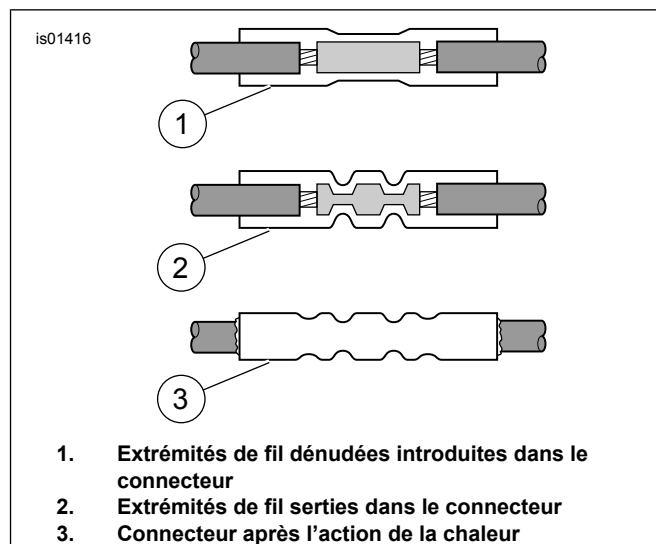

Figure 4. Connecteurs bout à bout scellés installés
2. Voir la Figure 4. Insérer les deux fils noirs de feu de direction dans les côtés opposés d'un connecteur bout à bout. Insérer les deux fils violets dans les côtés opposés d'un second connecteur bout à bout.